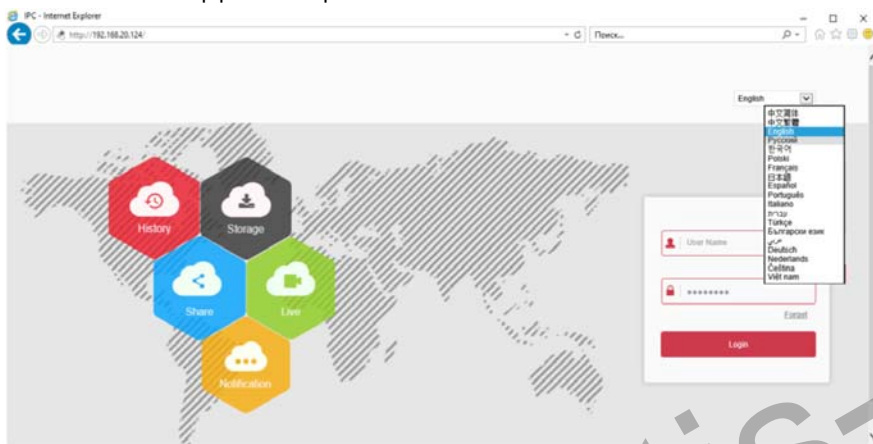

Рисунок 4-2 Интерфейс входа в камеру
12. Камера вернется к интерфейсу входа (рис. 4-2), введите имя пользователя и пароль и войдите в интерфейс просмотра в режиме реального времени.